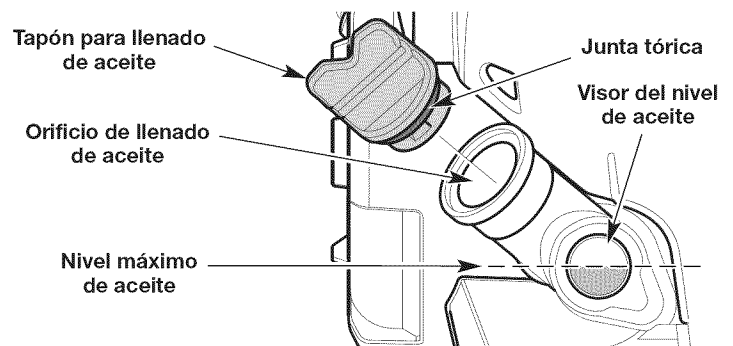

Fig. 25
3. Observe el interior del visor del nivel de aceite; use una linterna si es necesario. **El nivel de aceite debe llenar el visor hasta aproximadamente la mitad** (Fig. 25). Si el nivel de aceite es demasiado bajo, agregue aceite. Consulte *Procedimiento para agregar aceite*.
1. Limpie la zona que rodea el tapón de llenado de aceite (Fig. 25) a fin de evitar que ingresen residuos en el orificio de carga de aceite.
3. Agregue aceite al orificio de llenado de aceite hasta que el nivel de aceite llegue hasta aproximadamente la mitad del visor del nivel de aceite (Fig. 25).
5. Compruebe que la junta tórica esté en su lugar en el tapón de llenado de aceite (Fig. 25).
7. Compruebe que la junta tórica esté en su lugar en el tapón de llenado de aceite (Fig. 25).